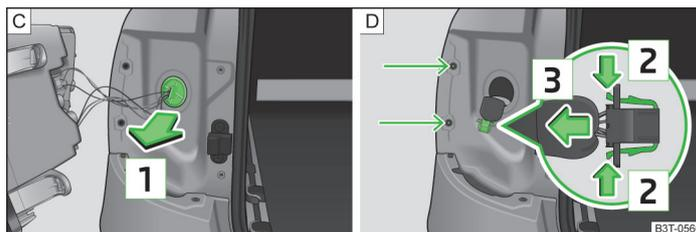
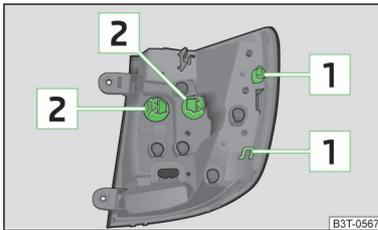

Abb. 212 Dichtung ausbauen / Leuchtenstecker
Abb. 213
- › Die Gummidichtung in Pfeilrichtung  ausbauen » Abb. 212 - [C].
- › Den Leitungsstrang mit dem Stecker abziehen » Abb. 212 - [D].
» Abb. 212 - D.
» Abb. 212 - C.
- › Die Rückleuchte mit den Öffnungen **1** » Abb. 213 auf Seite 254 in die Bolzen an der Karosserie stecken » Abb. 212 - D.
- › Die Lampenfassung **2** » Abb. 213 **entgegen dem** Uhrzeigersinn drehen und aus dem Leuchtengehäuse herausnehmen.